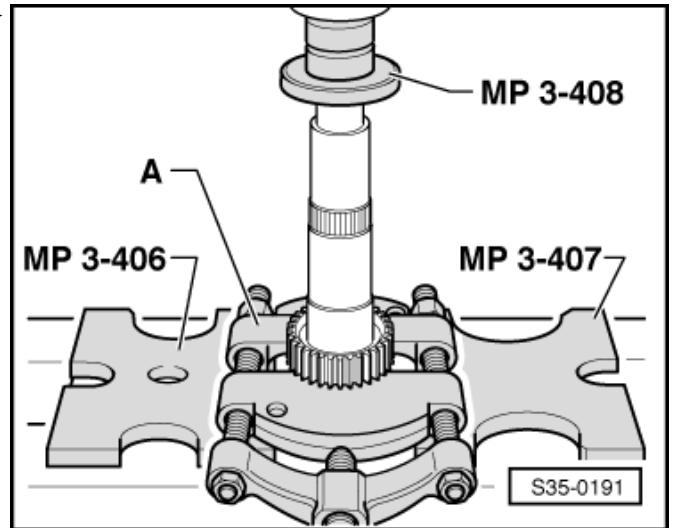

Abb. 7: Innenring/Kegelrollenlager abziehen ►
- ☐ abziehen ⇒ Abb. 7 in **35-3** Seite 5